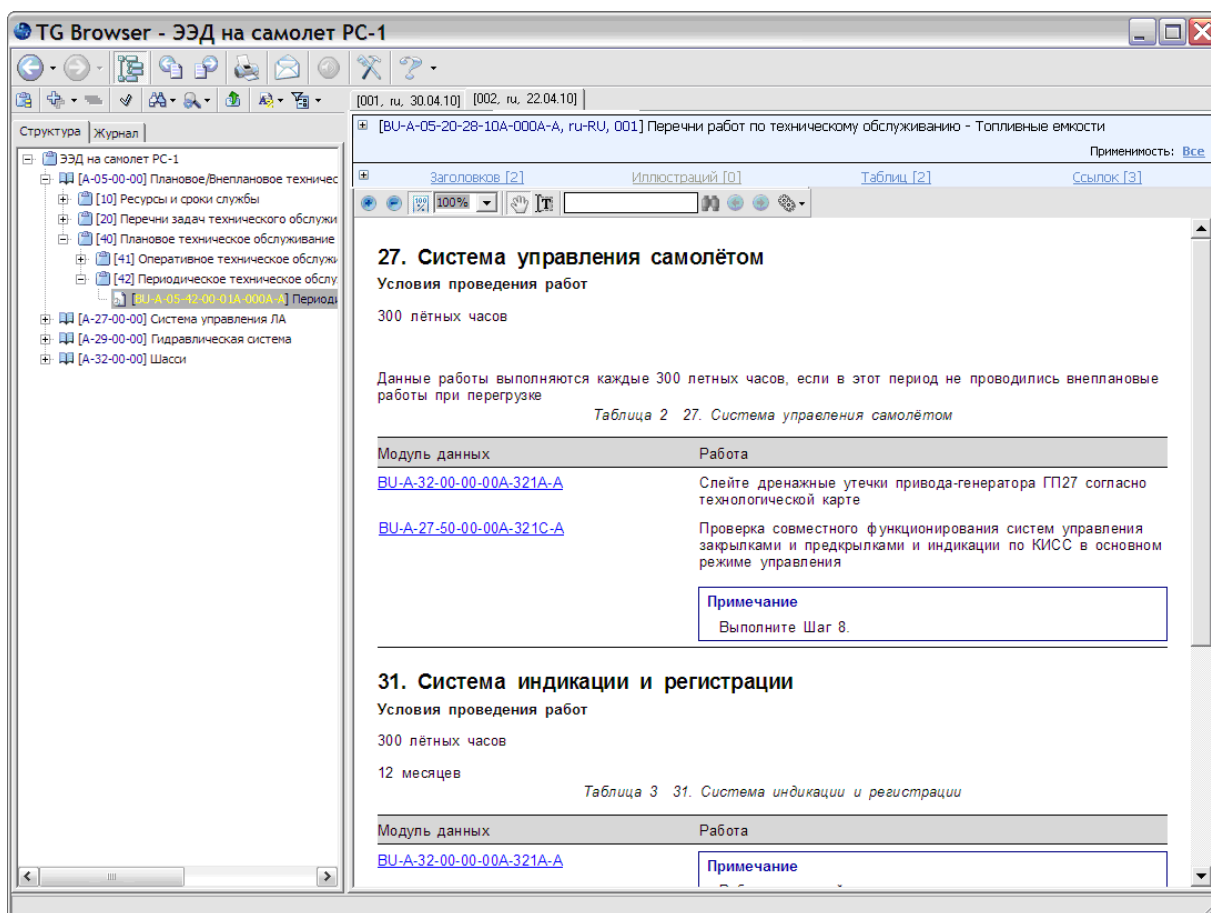

Рис. 7.102
5. В левом окне на вкладке **Структура** найдите название модуля данных и щелкните по нему левой кнопкой мыши. Справа появится окно просмотра с документом (Рис. 7.102).